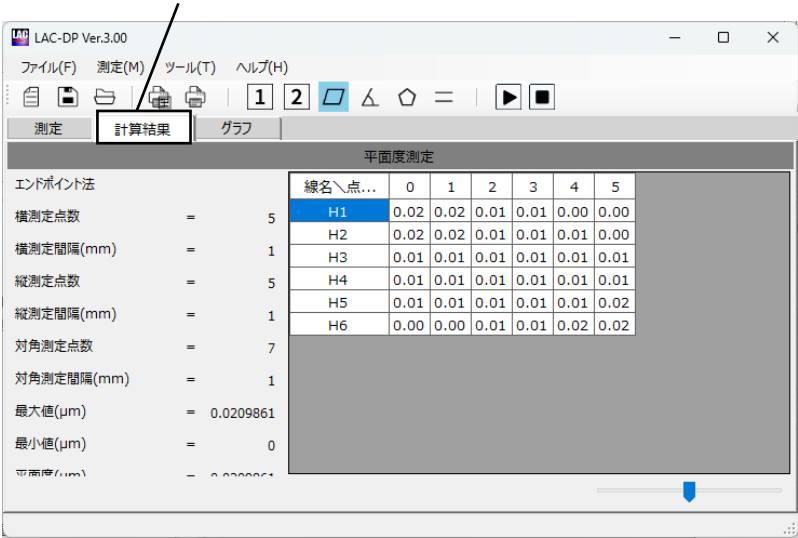

図 5-4-6
5.4.2で行った「計算結果」を表示します。[計算結果]タブをクリックすると「計算結果」が表示されます。(図5-4-6)